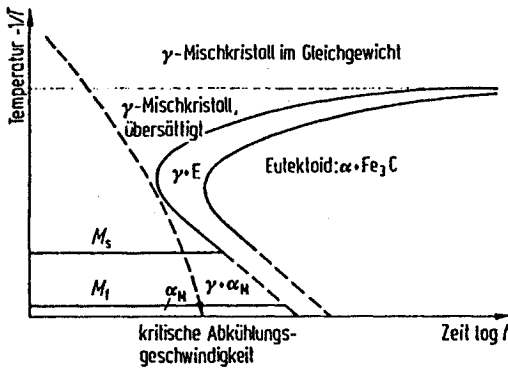

Bild A 3.11
5. Da die martensitische Umwandlung unabhängig von der Abkühlungsgeschwindigkeit ist (nicht diffusionsgesteuert), erscheinen die Temperaturen des Beginns (M_s) und des Endes (M_f) der Umwandlung im ZTU - Diagramm als horizontale Linien (Bild A 3.11).